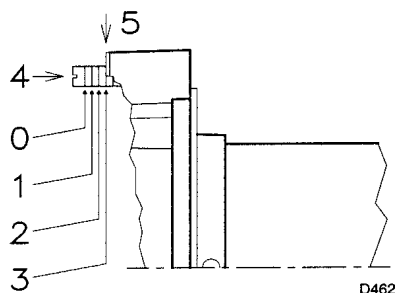
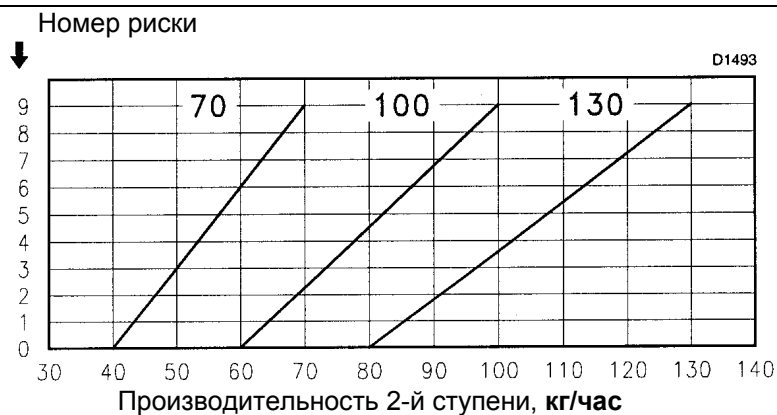

Рис. 10
Рис. 11
Поверните винт (5) (рисунок 10), пока риска, указанная в диаграмме (рисунок 11), не совпадет с передней поверхностью фланца (5) (Рис. 10).